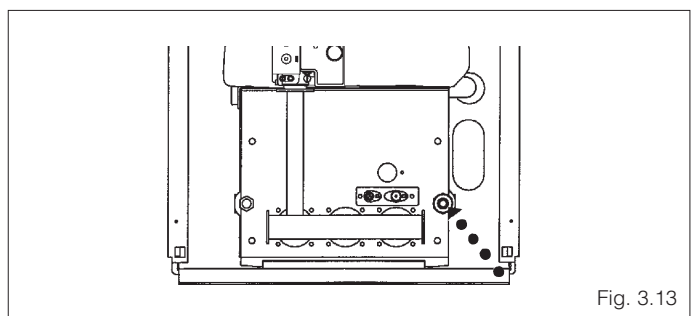

Fig. 3.13
- Prima di iniziare questa fase verificare che il rubinetto di scarico della caldaia sia chiuso (fig. 3.13)